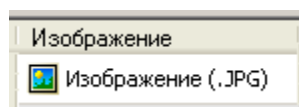

Рис. 6.13
5. В ячейке нажмите на кнопку **Применить**  . При этом в ячейке появится индикатор изображения (Рис. 6.13).